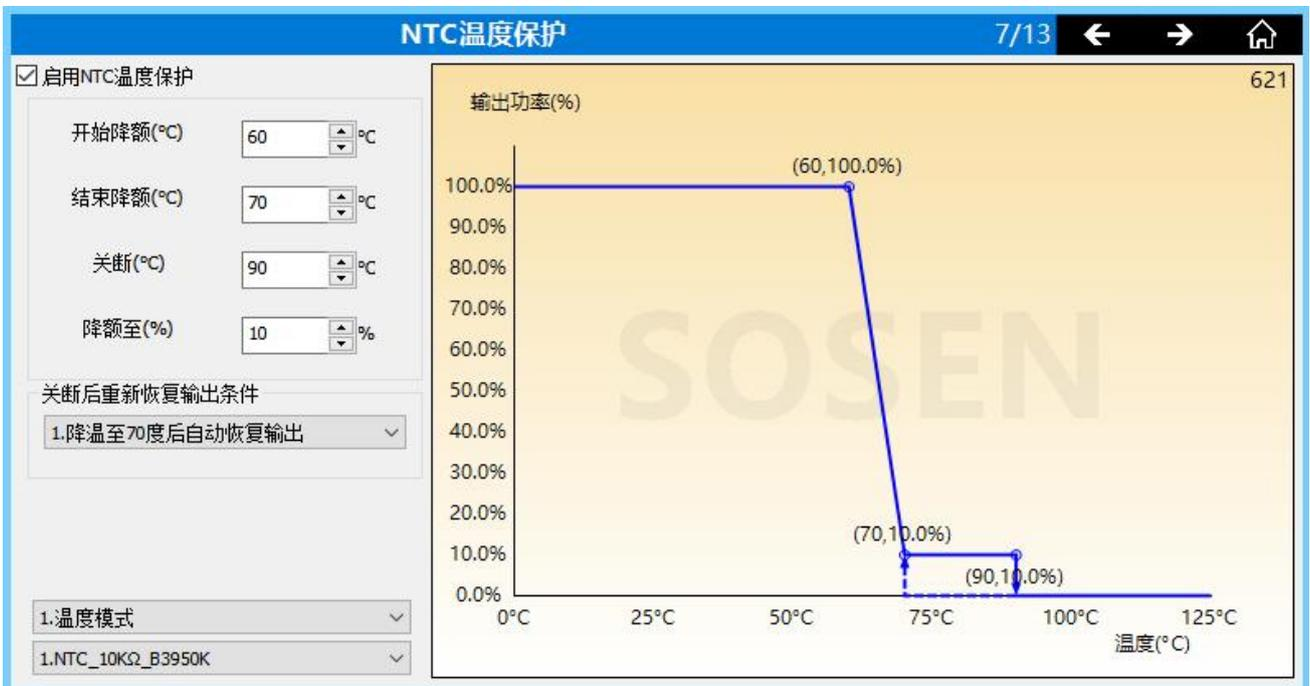

图 1
a. D4i 机型所支持的 NTC 功能，如图 1 所示的 621 功能界面。支持此功能的机型如 22PA-32F。
b. 运行逻辑:按图 1 所示参数设定,如蓝线所示,当温度低于 60°C时,输出功率为 100%;当温度大于 60°C且小于 70°C时,输出功率按 60°C到 70°C之间的斜线运行,随着温度的升高和降低,输出功率会伴随这个降低和升高;当温度大于 70°C,输出功率将降至 10%,并保持在 10%;当温度大于 90°C,将关断输出。另外,将关断温度设置成小于或等于结束降额的温度,将关闭关断功能,既不关断。